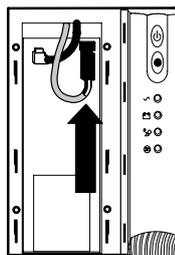

Figura 5 Cómo Conectar el Conector de la Batería Interna
- 5 Conecte el cable rojo al (+) conector positivo de la batería (consulte Figura 5).